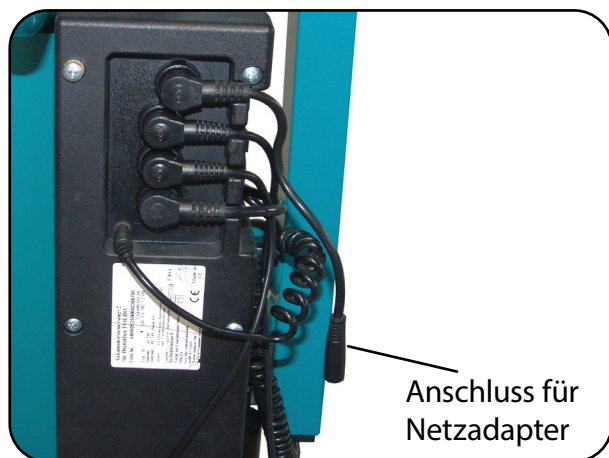
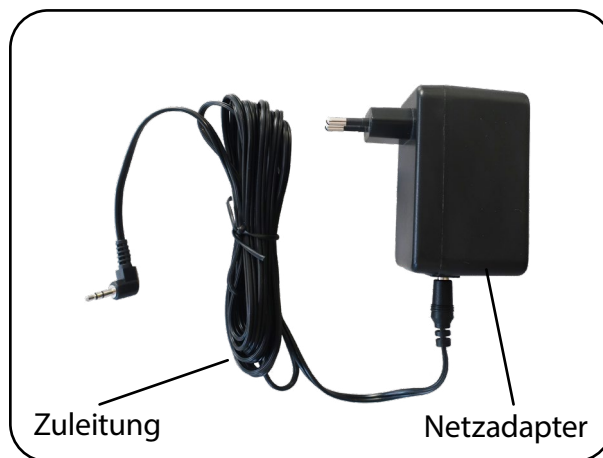

Abb. 8.7.01 – Steuereinheit mit Anschluss für Netzadapter
Abb. 8.7.02 – Netzadapter mit Zuleitung
Die Akkus können ausschließlich mit dem mitgelieferten Netzadapter (Abb. 8.7.02) direkt auf der Steuereinheit geladen werden. Die Ladebuchse befindet sich an der Unterseite der Steuereinheit (Abb. 8.7.01).
Stecken Sie den Netzadapter nur in hängender Position in die Netzsteckdose (Abb. 8.7.02). Damit ist sichergestellt, dass die Zuleitung nicht abgeknickt wird.
2. Verbinden Sie den Netzadapter durch die Zuleitung (Abb. 8.7.02) mit dem Anschluss für Netzadapter an der Steuereinheit (Abb. 8.7.01).